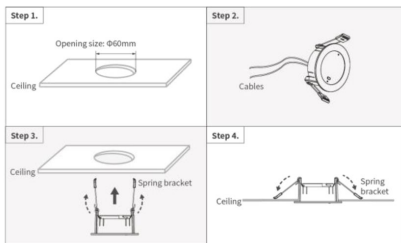
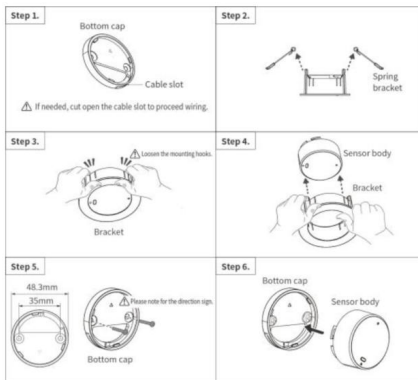

Рис. 13
Рис. 14
1. Установка с помощью кронштейна (для скрытого монтажа), см.рис. 13:
2. Установка с помощью нижней крышки (для поверхностного монтажа), см.рис. 14:
Установка	Скрытый монтаж (размер отверстия: Ф60 мм, см.рис. 13) Поверхностный монтаж (см. рис. 14)